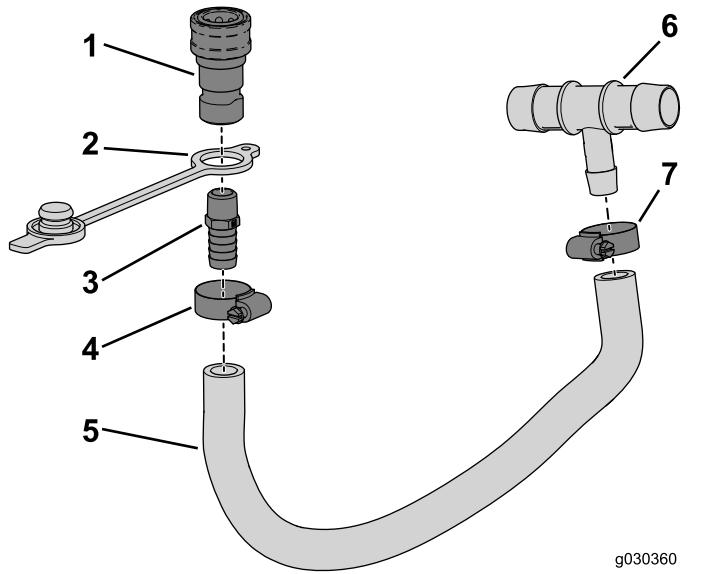

図 9
2. ストレートフィッティングのねじ山部分にダストプラグを入れる図 9。
3. ストレートフィッティング 3/8 NPT x 0.625 バーブをメスのカップラに取り付ける図 9。
6. 図 9のように、ストレートフィッティングのバーブ側をホースに接続してクランプ  $\frac{1}{2}$ " -  $1\frac{1}{4}$ "で固定する。
7. 図 9のように、T字フィッティングのバーブ側をホースに接続してクランプ  $\frac{1}{2}$ " -  $1\frac{1}{4}$ "で固定する。
1. サポートチューブについているキャップを外す図9。